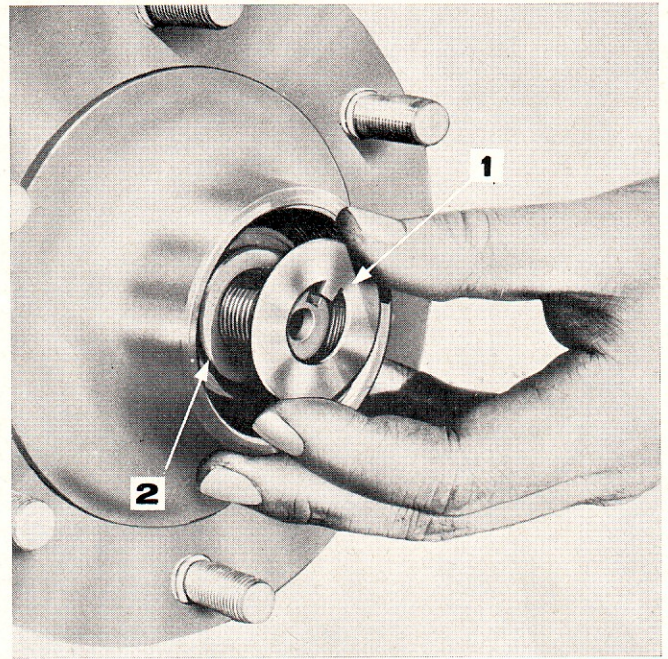

Figure 10: Pose de la rondelle de retenue du moyeu avant
10. Poser la rondelle de retenue de moyeu sur la fusée en plaçant la languette dans la rainure, Figure 10.